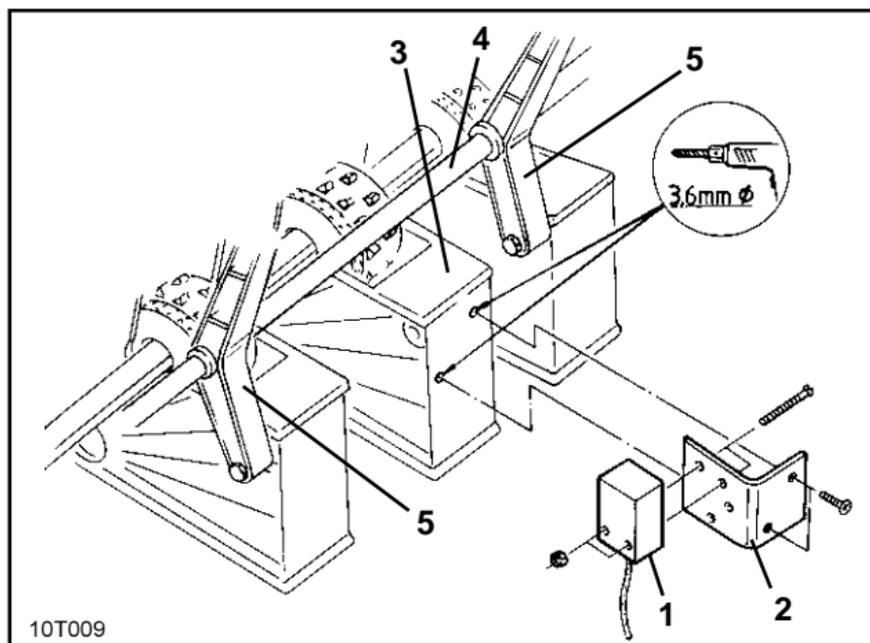

Fig. 10.3
- Vissez le capteur (fig. 10.3/1) sur son support (fig. 10.3/2).
- Percez 2 trous (\varnothing 3,6 mm) dans un des carters de distribution (fig. 10.3/3) en utilisant le foret fourni avec le boîtier. Choisissez un carter de distribution placé entre deux paliers (fig; 10.3/5) de l'arbre de jalonage (10.3/4).